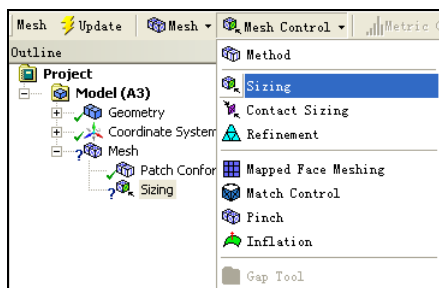

图 3-75 添加尺寸控制
- 步骤 02** 选中分析树中的 Mesh 项,选择 Mesh 工具栏中的 Mesh Control ( 网格控制 )→Sizing ( 尺寸 ) 命令,为网格划分添加尺寸控制,如图 3-75 所示,此时会在分析树中出现 Sizing 项。